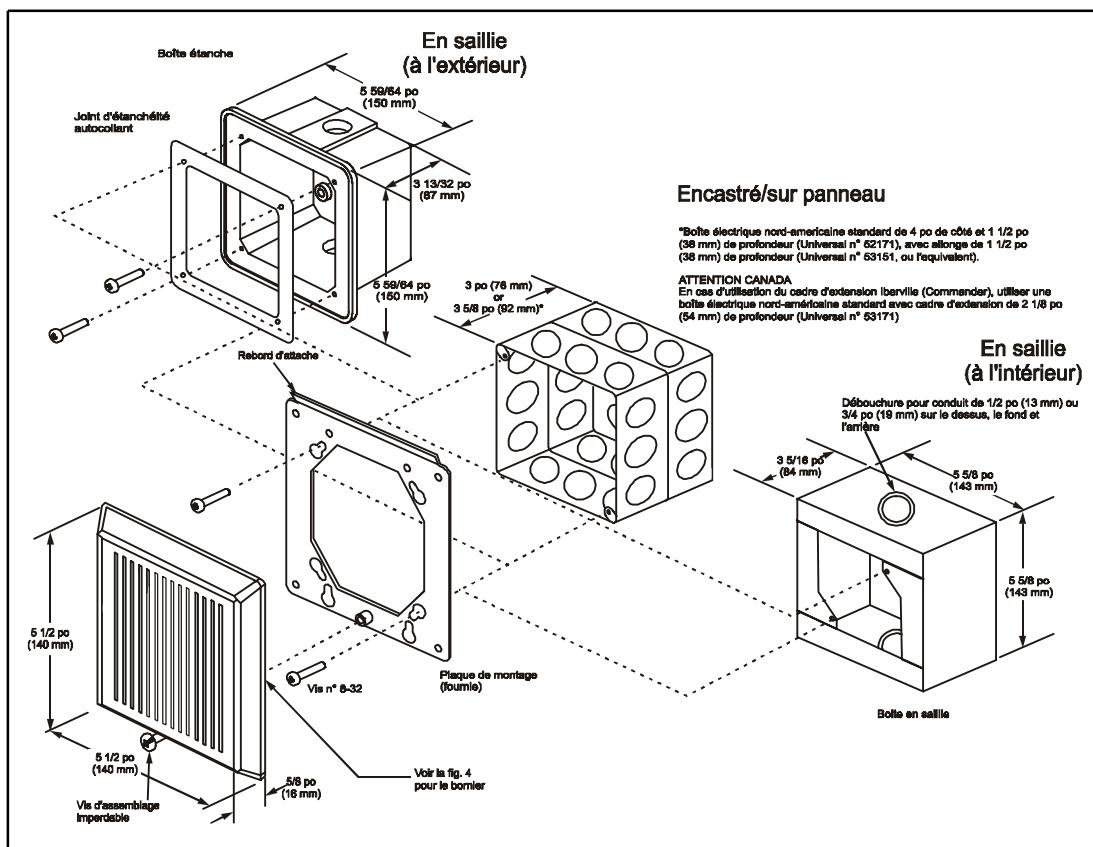

Figure 1. Fixation du klaxon
- Choisissez la méthode de montage (voir la figure 1) et installez la boîte électrique au moyen des accessoires de fixation appropriés.
Remarque : Le rebord d'attache doit être vers l'extérieur, comme illustré sur la figure 1.
5. Fixez le klaxon sur la plaque de montage (Fig. 1) :